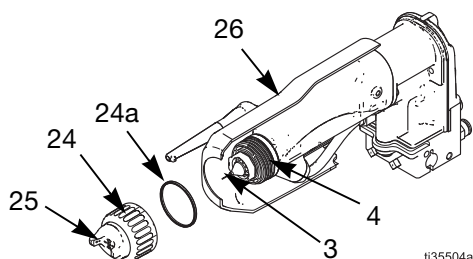

ABB. 11. Luftkappe und Materialdüse reinigen
1. Die Turbinenluft (TA) ausschalten.
- b. Entfernen Sie den Luftkappensatz (24, 25) und das Abdeckblech (26). Siehe ABB. 11.
- c. Die Materialdüse (4) der Pistole mit einem mit Lösemittel angefeuchteten Tuch reinigen. Darauf achten, dass kein Lösemittel in die Luftpassagen gelangt. Die Pistole während des Reinigens möglichst nach unten richten.
- d. Wenn sich in den Luftpassagen der Materialdüse (4) Farbe festgesetzt hat, die Pistole zur Wartung von der Leitung abschrauben. Für weitere Informationen zum Ausbau der Materialdüse zum Reinigen oder Austauschen siehe **Luftkappe und Düse ersetzen** auf Seite 31.
- e. Die Luftkappe (25) mit einer weichen Bürste und Lösungsmittel reinigen oder die Luftkappe in geeignetes Lösungsmittel eintauchen und anschließend abwischen. Keine Werkzeuge aus Metall verwenden.
- f. Abdeckblech (26) öffnen und auf die Pistole schieben.
- g. Installieren Sie vorsichtig die Luftkappe (25). Darauf achten, dass die Elektrode (3) durch die mittlere Luftkappenöffnung eingeführt wird. Die Luftkappe in die gewünschte Position drehen.
- h. Sicherstellen, dass die U-Dichtung (24a) richtig am Haltering (24) sitzt. Die Lippen müssen nach vorn gerichtet sein. Den Haltering festziehen, bis die Luftkappe sicher gehalten wird. Die Luftkappenhörner sollten nicht von Hand gedreht werden können.